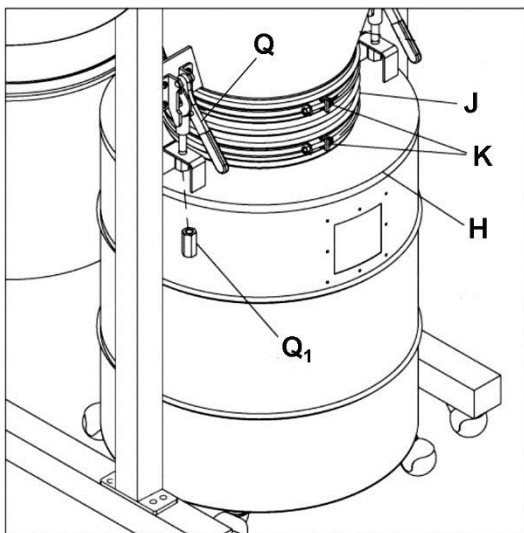

Рис. 12
17. Наденьте шланг (J) на конус воронки и крышку контейнера и зафиксируйте его с помощью 2 хомутов (K), сверху и снизу. См. Рис. 12.
20. Потяните оба рычага быстрого действия (Q, Рис. 12), затем присоедините крышку контейнера (H, Рис. 12) к рычагам. Затяните удлиненную гайку (Q1, Рис. 12) на каждом рычаге.